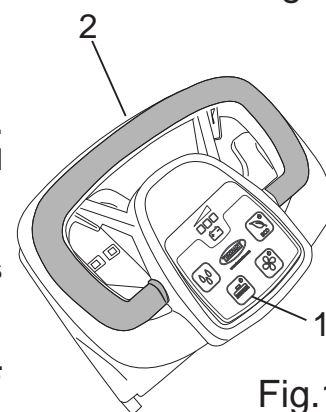

Fig.11
- Drücken Sie den Bürstenschalter (Abb. 11, Pkt. 1).
- Bedienen Sie den Bürstensteuerhebel kurzzeitig (Abb. 11, Pkt. 2): auf diese Weise rastet die Bürste automatisch in die Flanschnabe ein. Falls dieser Vorgang nicht gelingt, den Griff nochmals drücken, das Ausrichten wiederholen und den Bürstensteuerhebel erneut kurzzeitig betätigen.
- Drücken Sie den Bürstenschalter (Abb. 11, Pkt. 1) für drei Sekunden, die Bürste rastet automatisch von der Maschine aus.